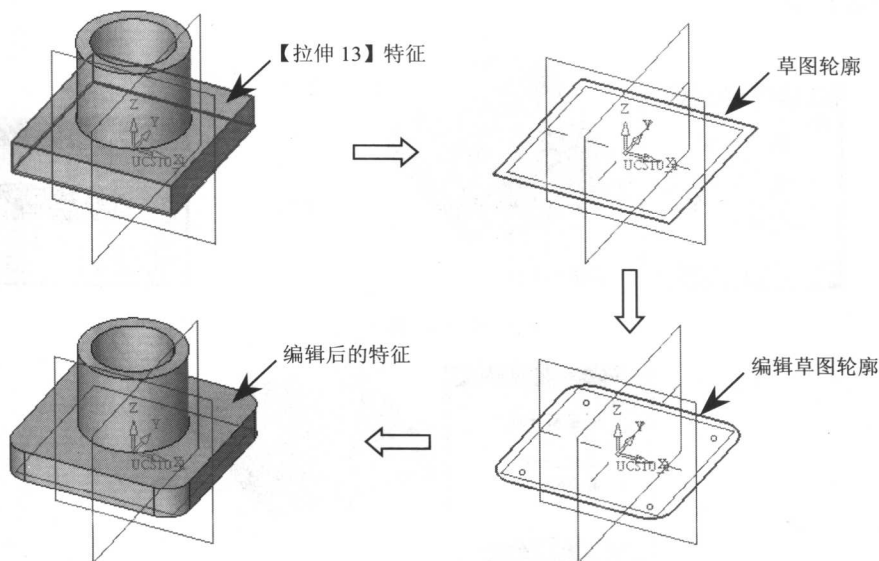

图 1-5 编辑草图轮廓
- **【编辑草图/组合曲线】**: 选择该选项表示重新编辑选定特征的草图或组合曲线，编辑后的结果会直接反映到该特征上。例如，在特征显示区域中选择**【拉伸 13】**特征，并在其右键菜单中选择**【编辑草图/组合曲线】**选项就进入了草图界面，然后编辑草图轮廓，编辑结束后退出，特征将会根据草图轮廓的形状而发生变化，如图 1-5 所示。